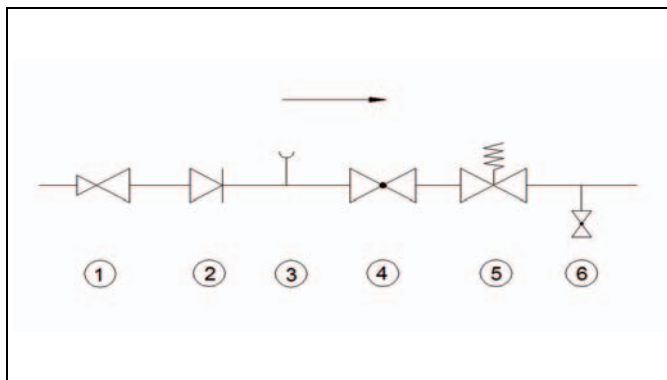

Fig. 8-6 Racord la apa potabilă
- Dispozitivele de siguranță verificate pe componente conf. DIN 1988 și DIN 4753 se montează în conducta de apă rece (vezi fig. 8-6).